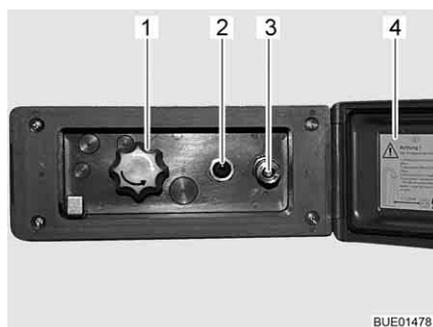

Fig. 105 Branchement de la douche extérieur
- Déverrouiller et ouvrir le couvercle (Fig. 105,4).
- Brancher le flexible de la douche extérieure sur la fermeture rapide (Fig. 105,3).
- Allumer la pompe à eau avec le commutateur (Fig. 105,2).
- Régler la température de l'eau selon ses désirs avec le bouton rotatif (Fig. 105,1).
- Éteindre la pompe à eau avec le commutateur (Fig. 105,2).
- Fermer le couvercle (Fig. 105,4) et verrouiller avec la clé.
- Placer le bouton rotatif (Fig. 105,1) sur la position intermédiaire.